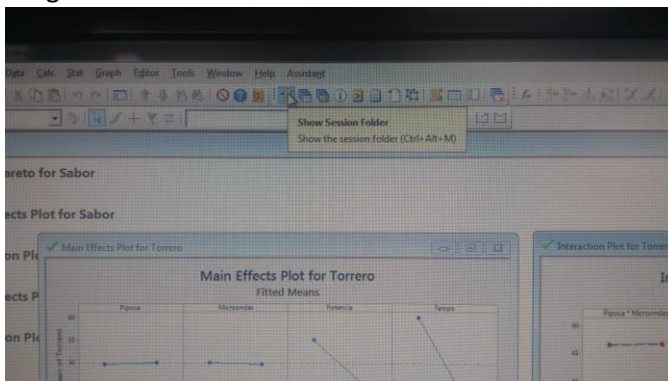

Figura 9 – Ícone do “Show Session Folder”.
- 9- Para organizar a tela dos resultados vamos clicar no ícone “Show Session Folder” conforme mostra a Figura 9 abaixo.